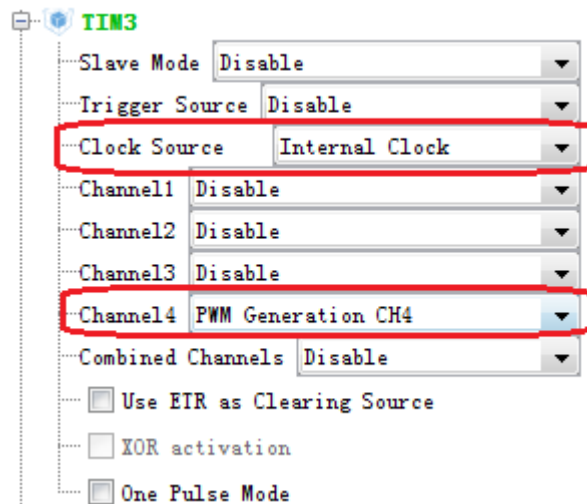

图 13.5.1 TIM3 配置
- ① 在 Pinout->TIM3 配置项中，配置 Channel4 的值为 PWM generation CH4，然后 Clock Source 为 Internal Clock。操作过程如下图 13.5.1 所示：